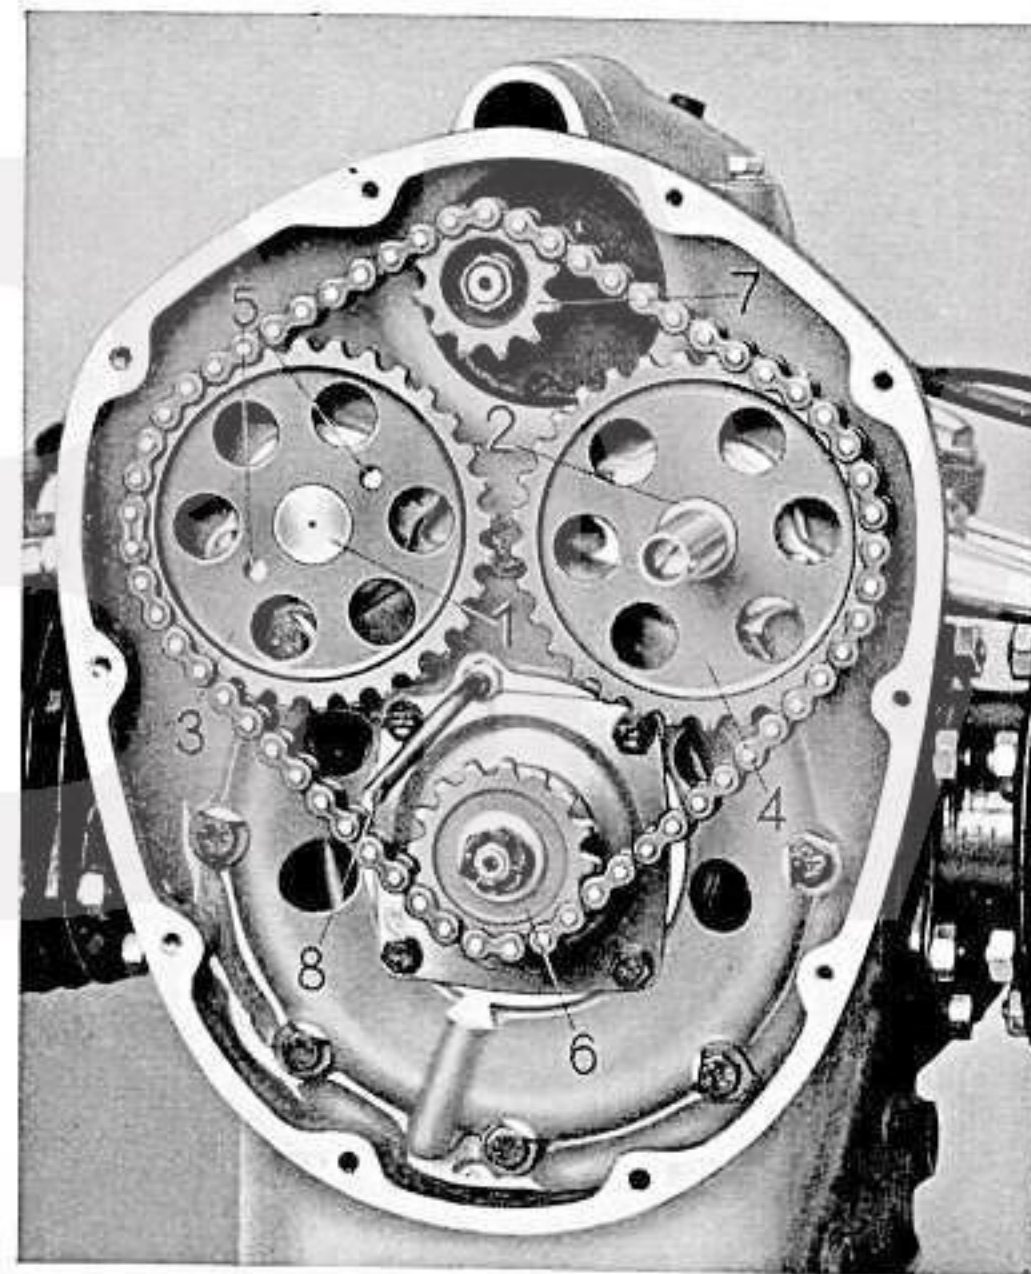
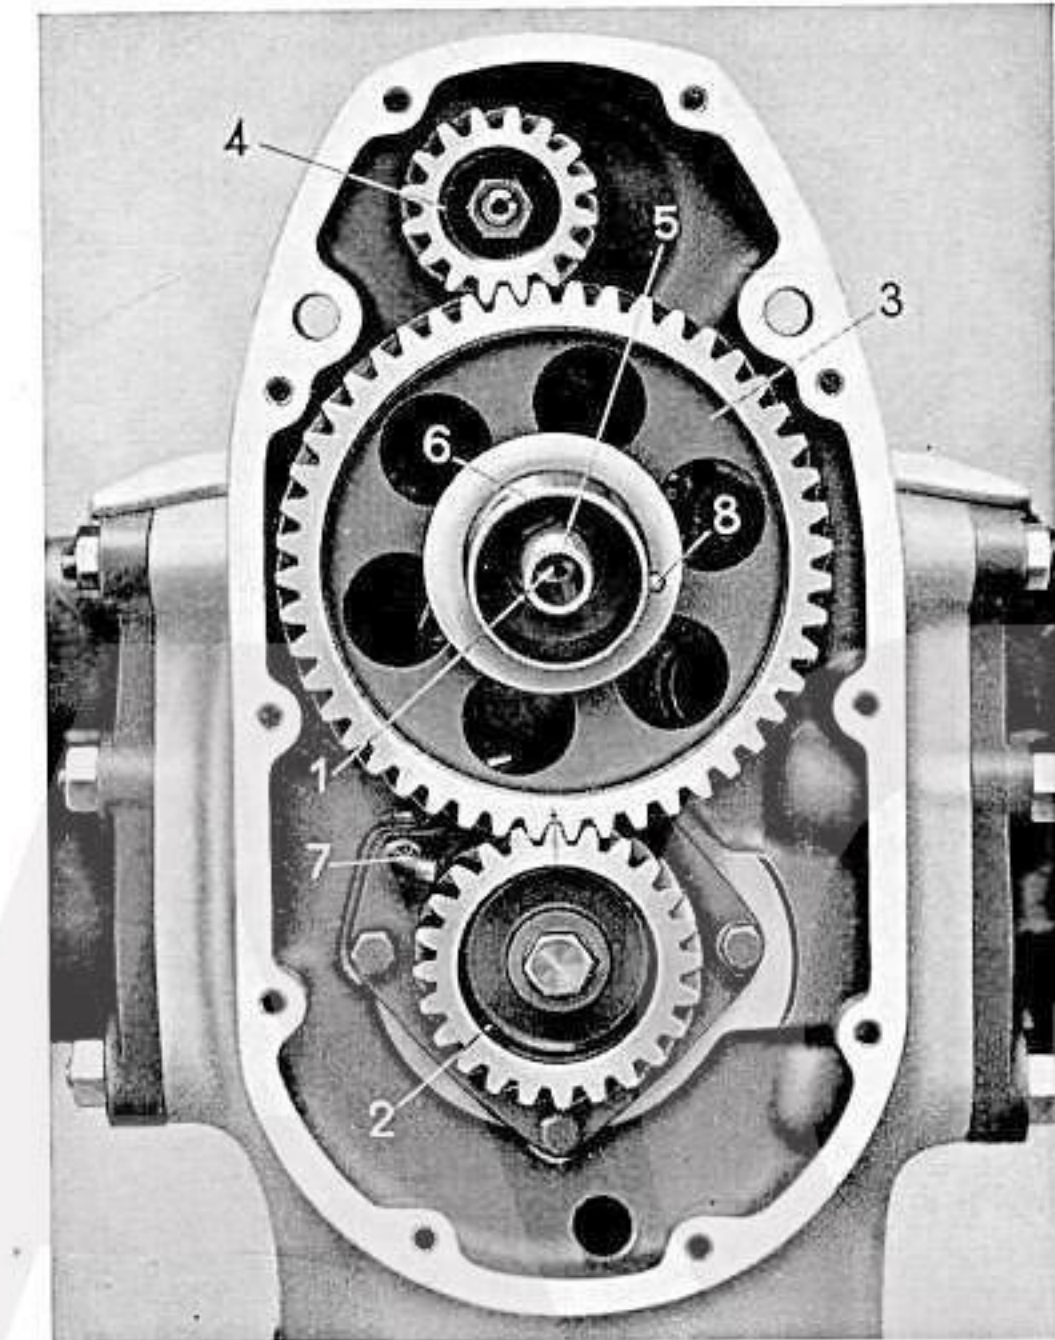

Abb. 22. Nockenwellen und Lichtmaschinenantrieb der R 5-Maschine
Abb. 23
**R 5-Motor:** Auf die oberhalb der Kurbelwelle angeordneten zwei Nockenwellen 1 und 2 (Abb. 22), welche in je zwei Gleitlagern gelagert sind, ist an ihrem vorderen Ende je ein Kettenrad 3 und 4 aufgekeilt. Die Nockenwelle 2 ist nach vorne fortgesetzt und betätigt die Unterbrecherkontakte; in die Bohrungen 5 der Nockenwelle 1 greift der Drehschieber zur Motorgehäuse-Entlüftung ein.
Bei dem **R 6-Motor** erfolgt der Antrieb der Nockenwelle 1 (Abb. 23) durch schrägverzahnte Stirnräder 2 und 3 von der Kurbelwelle aus; in das Zahnrad 3 auf der Nockenwelle greift das Antriebsritzel 4 der Lichtmaschine ein. An dem vorderen Ende 5 der Nockenwelle sind die Nocken zur Betätigung des Unterbrechers angeschliffen. Die Schmierung des Steuerräderantriebs erfolgt von dem Ölrohr 7 aus.
Bei der **R 6-Maschine** wird der Drehschieber 6 zur Entlüftung des Kurbelgehäuses von dem Zahnrad 3 durch den Paßstift 8 (Abb. 23) und bei der **R 5-Maschine** von dem Kettenrad 3 durch in die Bohrungen 5 (Abb. 22) eingreifende Paßstifte mitgenommen.
Den Zündstrom liefert eine 6 Volt Bosch-Batterie, welche von einer 75 Watt-Lichtmaschine gespeist wird. Die Lichtmaschine ist oben auf dem Motorgehäuse angeordnet und wird beim **R 5-Motor** durch eine geräuschlose Kette (Abb. 22), die durch Drehen der Lichtmaschine nachgespannt werden kann (s. S. 52), angetrieben. Beim **R 6-Motor** greift das Antriebsritzel der Lichtmaschine in das Zahnrad auf der Nockenwelle ein. Die Batterie ist auf der linken Seite der Maschine mittels Spannband befestigt.